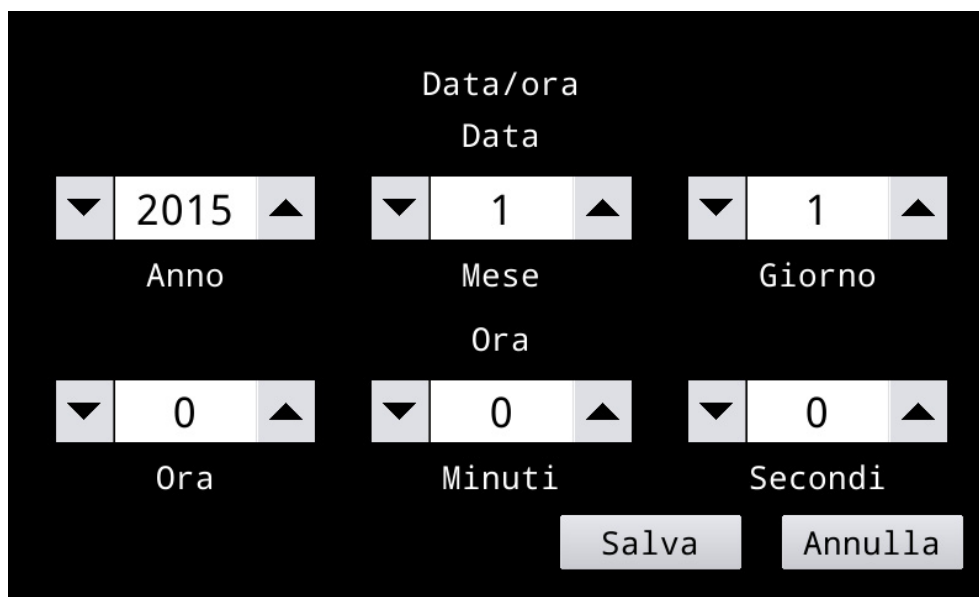

Figura 11. Schermata Data/ora
1. Nel Menu configurazione, premere **Data/ora**. Viene visualizzata la schermata Data/ora (figura 11).